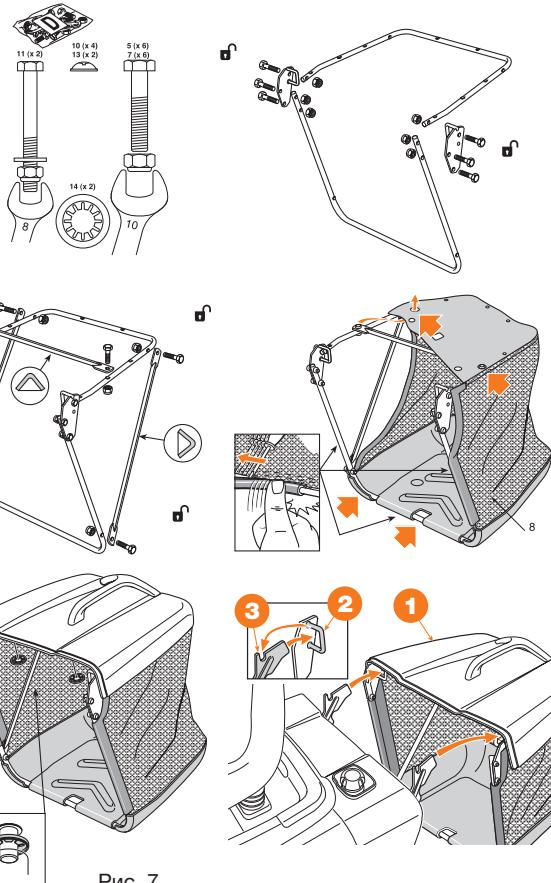

Рис. 7
- Закрепить контейнер для сбора травы ①, вставив два крепления ② в отверстия на двух опорах ③ (Рис. 7).